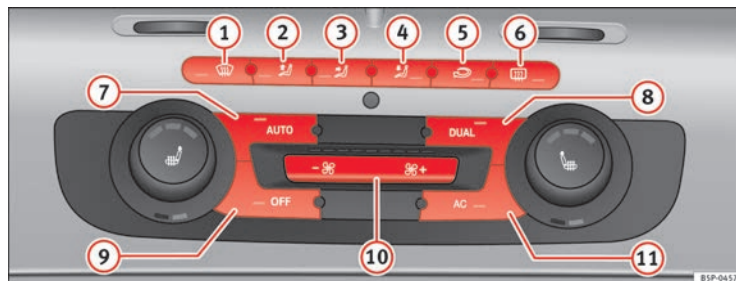

Fig. 131 Mandos del 2C-Climatronic en el tablero de instrumentos
- Gire las rulinas de regulación de temperatura ⇒ página 166, fig. 131 **9** ó **14** para ajustar la temperatura del lado izquierdo y derecho respectivamente.
- Pulse la tecla  ⇒ página 166, fig. 131. Aparece “AUTO High” en el display de la radio (velocidad de turbina alta).
- Pulse de nuevo la tecla  ⇒ página 166, fig. 131. Aparece “AUTO Low” en el display de la radio (velocidad de turbina baja).